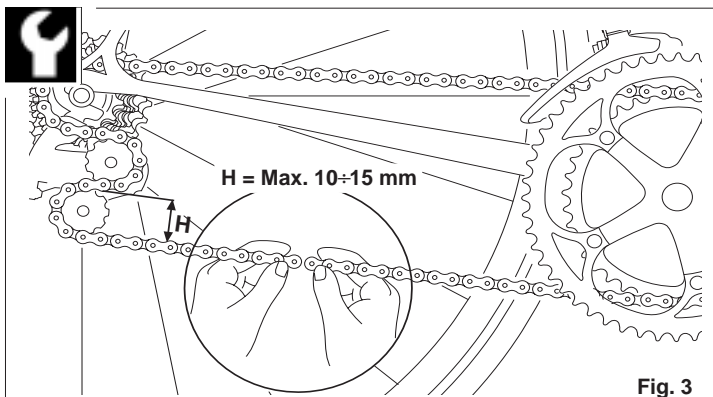

Fig. 3
- Determinate la lunghezza corretta della catena posizionandola sul pignone e sull'ingranaggio più piccoli, verificando che la misura H (Fig. 3) non superi i 10÷15 mm.
- Determine the correct length of the chain by putting it onto the smallest sprocket and chainring and check that the dimension H (Fig. 3) does not exceed 10÷15 mm.
- Bestimmen Sie die korrekte Länge der Antriebskette, indem Sie diese über das kleinste Ritzel und über das kleinste Kettenblatt legen und sicherstellen, daß das Maß H (Abb. 3) nicht größer als 10÷15 mm ist.
- Determinar la correcta longitud de la cadena colocándola en el piñón y plato más pequeños verificando que la medida H no supere los 10÷15 mm (Fig. 3).
- Bepaal de juiste lengte van de ketting door hem op het kleinste kettingwiel en cassettekransje te leggen en controleer of de afstand H (Fig. 3) niet groter is dan 10-15 mm.